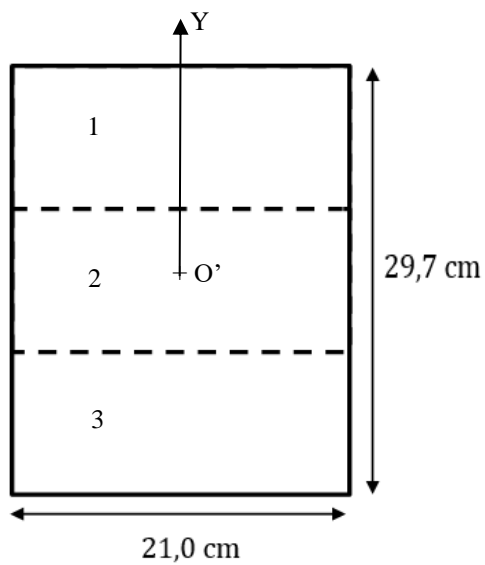

Figure 8 : Les différentes zones d'une feuille A4
B.2.2.3. Déterminer dans quelle zone de la feuille, c'est-à-dire zone 1, 2 ou 3 de la **figure 8**, la goutte va se déposer.